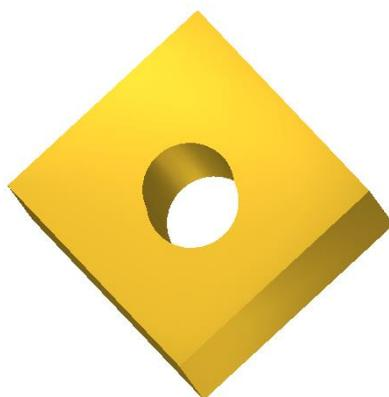

Рис. 4.18. Модель пластины с отверстием
7. Создайте сквозное отверстие размером 18 мм аналогично построенному ранее гнезду под шпильку. Сохраните созданную модель (рис. 4.18).